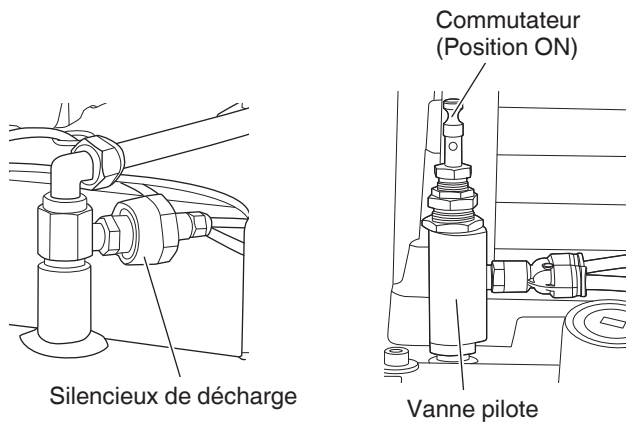

Fig. 6
- B) Lorsque le commutateur est en position ON, tout l'air sort du compresseur par le silencieux de décharge (Fig. 6).